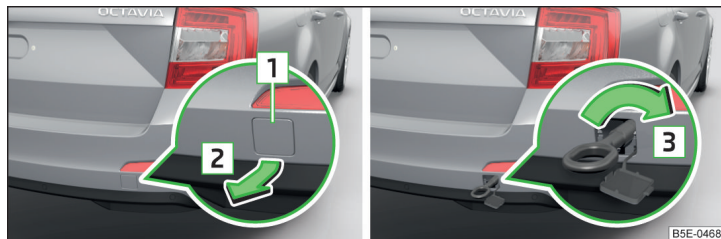
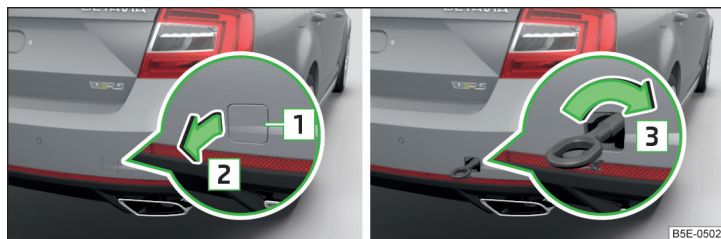

Fig. 204 Desmontaje de la caperuza cobertera / montaje de la argolla de remolque - variante 1
Fig. 205 Desmontaje de la caperuza cobertera / montaje de la argolla de remolque - variante 2
- Presione sobre la caperuza cobertera en la zona **1** » fig. 204.
- Presione sobre la caperuza cobertera en la zona **1** » fig. 205.
- Enrosque la argolla de remolque a mano en el sentido de la flecha **3** » fig. 204 y/o » fig. 205 hasta el tope » **!**.